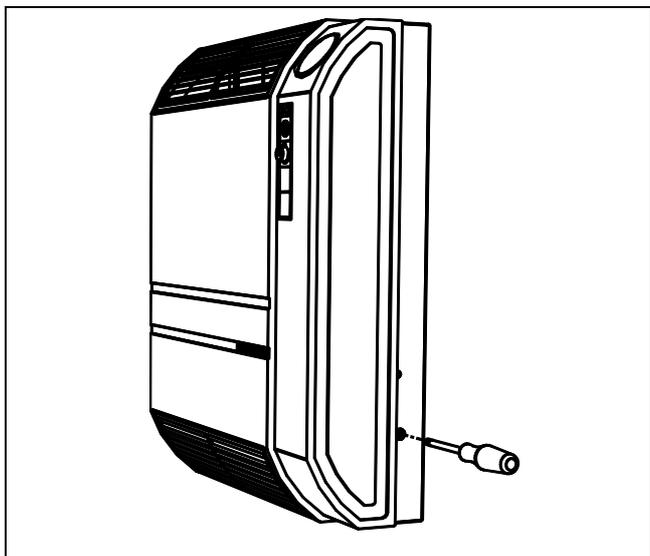
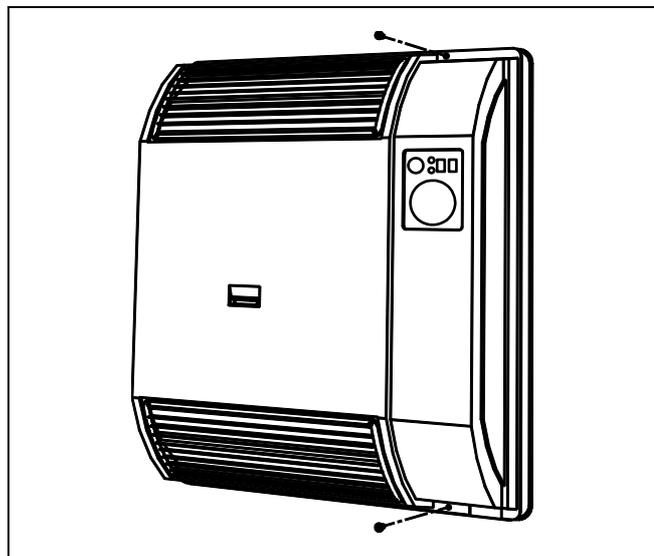

Рисунок 10 – ВИНТЫ ДЛЯ БЛОКИРОВК КОЖУХА 4001, 4002, 5001, 5002 8001 и 8002
Рисунок 11 – ВИНТЫ ДЛЯ БЛОКИРОВК КОЖУХА 3001 И 3002
7. Снять кожух с корпуса вместе с нагревательным элементом, расслабив блокировочные винты (см. Рисунок 10 и Рисунок 11) и отсоединить провод заземления кожуха.
20. Соединить провод заземления кожуха и вернуть на место кожух (Рисунок 10 или Рисунок 11).
Для регулировки устройства следует сначала снять кожух (см. Рисунок 10 и Рисунок 11), проверить настройку устройства для работы на ПРИРОДНОМ ГАЗЕ (см. раздел "Операции, проводимые при смене газа") и далее действовать следующим образом: